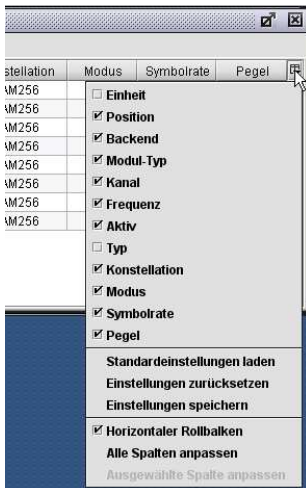

Abb. 7-11: Spalten-Konfigurator
- Die Reiter ① **Alle**, **DVB-S** (Eingang 1- 4) und **DVB-C** (Eingang 5) zeigen die zugehörigen Inhalte.
- Der Klick auf einen Spaltenkopf ② sortiert die Liste.
- Der Klick in eine Spalte ③ öffnet den Reiter **Frontend** im Edit-Fenster.
- Mit dem Spalten-Konfigurator ④ ist es möglich,
- die Breite aller oder einer ausgewählten Spalte proportional anzupassen.³⁾ Siehe dazu Abb. 7-11, Seite 25.
- ④ Öffnet das Fenster **Backend-Übersicht** mit der Übersicht über wichtige Ausgangssignaleinstellungen